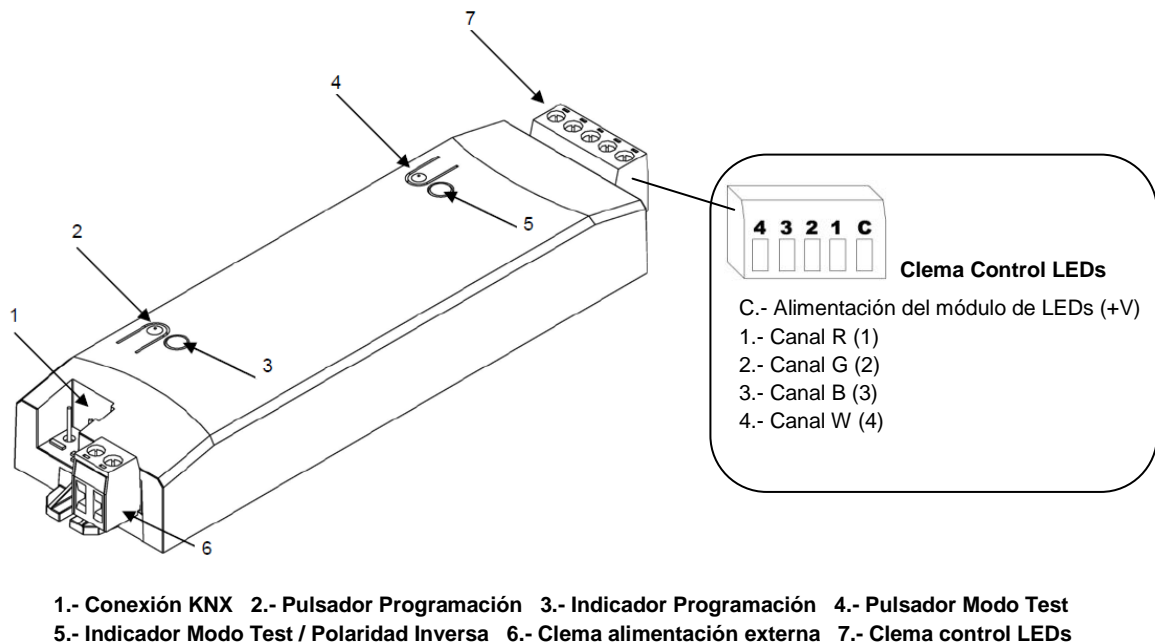

Figura 1.2. Esquema conexionado LUMENTO X3
En la figura 1.2 se muestra el esquema de conexionado del controlador LUMENTO X3:
Junto con el controlador, se suministra una segunda clema con tornillos para el control de los LEDs (7), donde se conectará cada uno de los canales (colores) y el común (+V) del módulo de LEDs. En la figura 1.2 aparece un esquema de la clema, con cada uno de sus puntos de conexión. **(Nota: Los canales y el común pueden ser conectados a la clema antes de insertarla en el espacio reservado para ella en el controlador)**